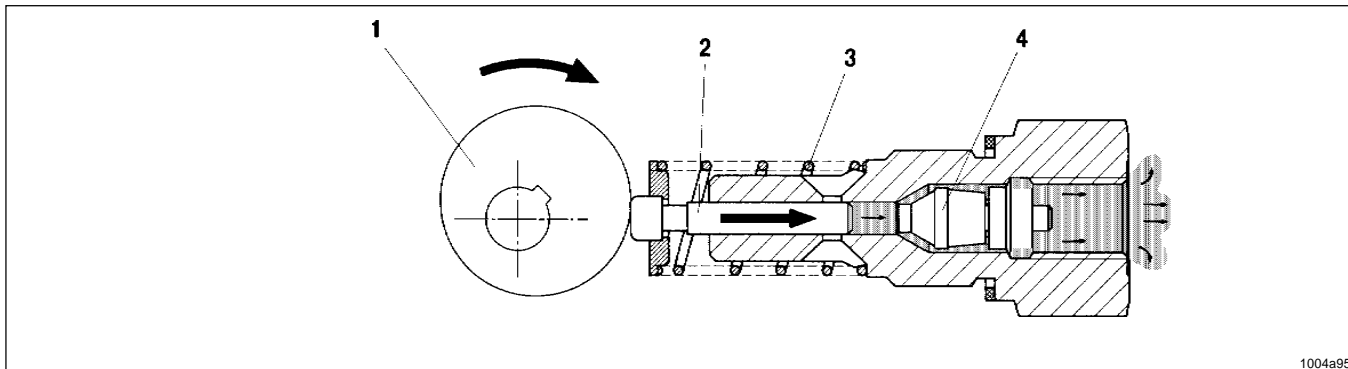

Fig. 7 - Pumpeelementet leverer smøremiddel
- Stempelet 2, Pumper smøremiddelet ut til de tilkoblede smørepunktene gjennom fordelingsblokkene. Ref. Fig. 7.